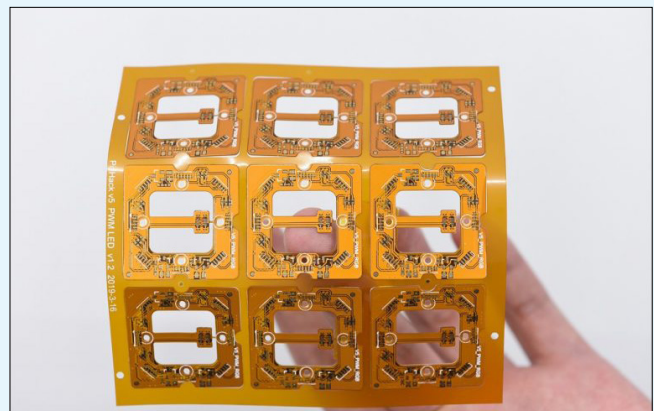

Figura 4: Esempio di PCB Rigid-Flex (fonte: [www.pcbway.com](http://www.pcbway.com))
- **Rigid-Flex**: sono circuiti che combinano la tecnologia flessibile con parte del circuito realizzata in maniera rigida (**Figura 4**), e sono in grado di rispondere alle esigenze dei professionisti che desiderano sfruttare per il proprio progetto PCB le 3 dimensioni grazie all'ausilio di parti flessibili.